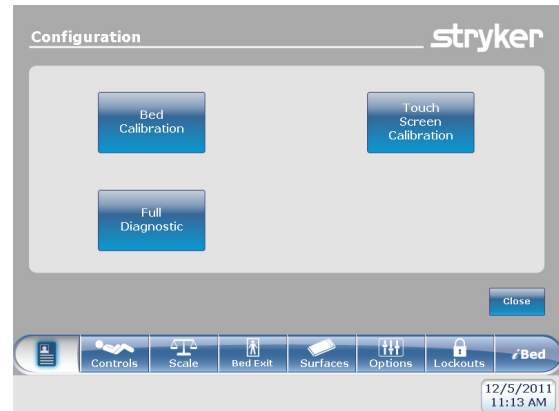

Figura 3: Itens do Menu do Ecrã Configuration (Configuração)
Os seguintes itens A, B, e C são botões de configuração disponíveis e apresentados no ecrã Configuration (Configuração) (Figura 3).
1. Para iniciar a calibração da cama, prima o botão Bed Calibration (Calibração da Cama) no ecrã Configuration (Configuração) (ver Figura 3).